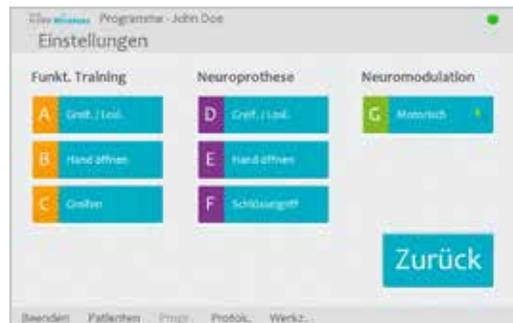

Abbildung 8-17: Fenster „Einstellungen“
1. Drücken Sie im Menü „Programme“ auf „Einstellungen“, um das Fenster „Einstellungen“ zu öffnen. Siehe Abbildung 8-17.